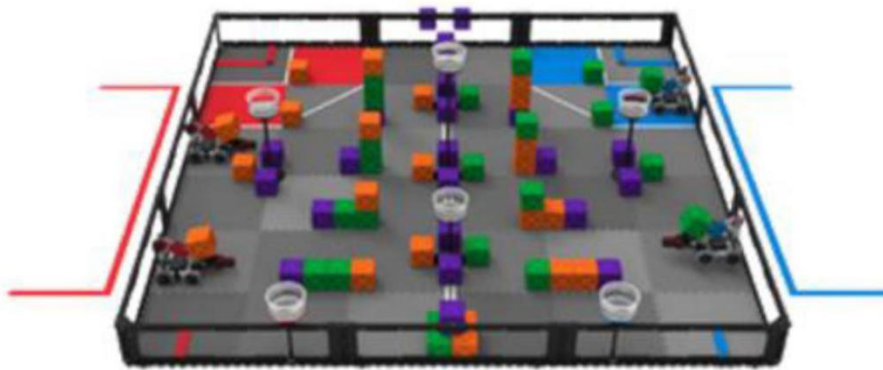

图 16 合法的启动位置及预装
6.5.2.5 每场比赛开始时，~~每台机器人必须与本联队目标区和联队站位一侧的场地围栏边墙接触，与发泡场地拼接块接触，与高脚杯没有接触，除预装的方块外与其它任何方块没有接触，与预装的方块接触，与目标区或边条没有接触，与其它机器人没有接触，见图 16。初赛中，红色联队有权把它们机器人最后放到场上。复赛中，排序较高的联队有权把它们机器人最后放到场上。机器人的放置必须迅速，且先放的参赛队一旦确定机器人的位置就不能再调整。违反此规则的参赛队将由裁判员随机地重新放置他们的机器人。~~
6.5.2.6 每场比赛开始前，每台机器人必须用 1 个方块作为预装。预装的方块必须与该机器人接触且完全在场地围栏内，见图 16。如果某队的机器人在比赛中没有上场，裁判就将其预装的 1 个方块随机地放在场地上。